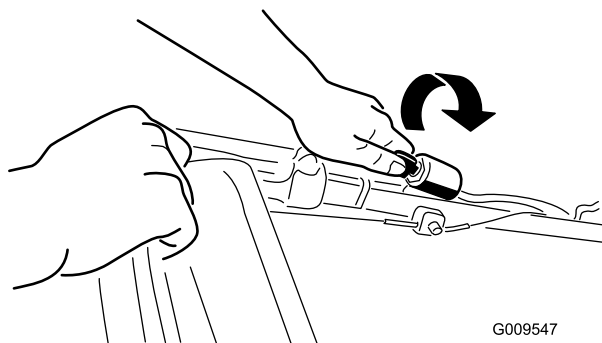

**Figure 13**
1. Maintenez la barre de commande de la lame contre le guidon (Figure 13).